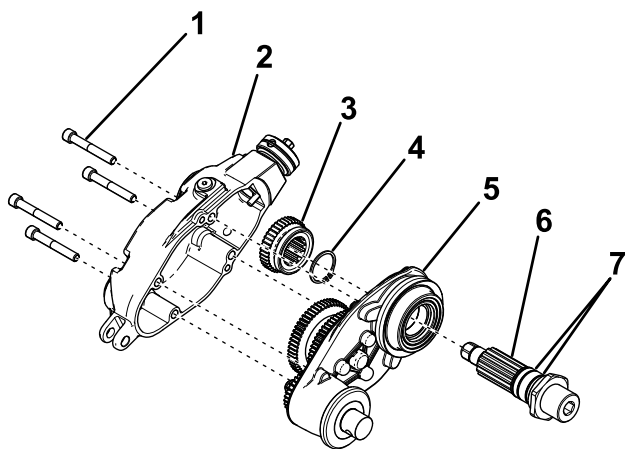

图4
6. 卸下固定疏草刀驱动盖的 4 个螺栓 图4。
7. 拆下驱动盖将驱动齿轮滑离驱动轴 图4。
8. 取下卡环然后将驱动轴总成从疏草刀壳体中推出 图4。
9. 取下并丢弃驱动轴总成上的 O 形圈 图4。